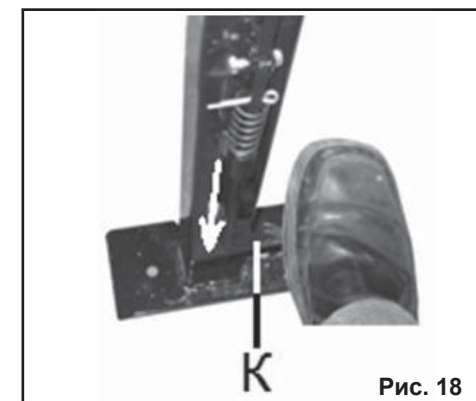
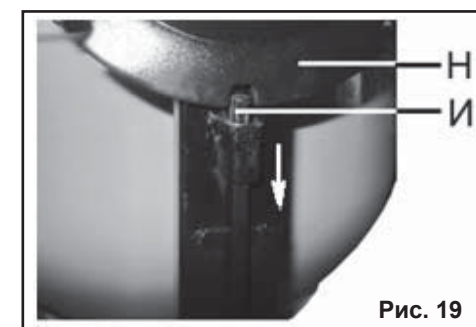

Рис. 18
Рис. 19
7.2. Для поворота ёмкости бетоносмесителя на выбранный вами угол необходимо, преодолевая усилие пружины, нажать ногой на тягу фиксации нижнюю (К) по направлению стрелки (Рис. 18). Тяга фиксации верхняя (И) по направлению стрелки выйдет из зацепления диска фиксирующего штурвала (Н) (Рис. 19). С помощью штурвала (Н) поверните на необходимый угол ёмкость бетоносмесителя, затем совместите паз диска фиксирующего штурвала (Н) с тягой фиксации верхней (И). После вхождения тяги фиксации верхней (И) в паз диска фиксирующего штурвала (Н) (Рис. 19) отпустите тягу фиксации нижнюю (К) (Рис. 18).